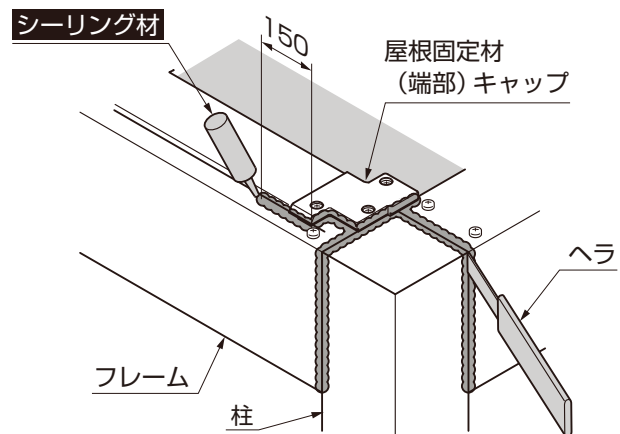

図10-4 B部詳細図
- ②B部柱、フレーム、屋根固定材(端部)キャップの接合部へシーリング処理をしてください。(図10-4参照)